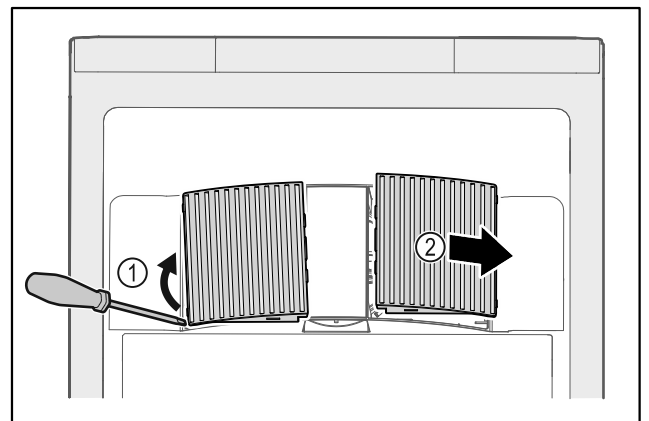

Fig. 200
- ▶ Αναμοχλεύστε προσεκτικά από το πλάι τα καλύμματα του ανεμιστήρα Fig. 200 (1) και αφαιρέστε τα προς τα εμπρός Fig. 200 (2).